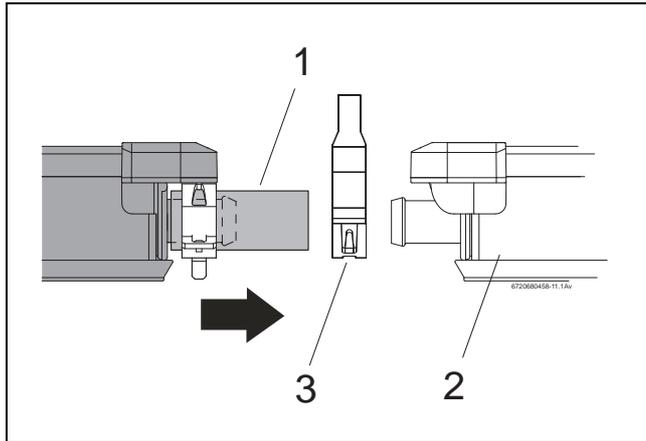

Fig. 67 Deslocar o segundo colector até ao primeiro
- ▶ Colocar o segundo colector com as mangueiras solares pré-montadas (→ Fig. 67, [1]) em cima nos perfis e deixar deslizar até às proteções contra deslizamento.
- ▶ Em ambas as ligações, inserir a segunda abraçadeira de mola (→ Fig. 67, [3]) na mangueira solar [1].
- ▶ Deslocar o segundo colector até ao primeiro colector (Fig. 67, [2]), de modo a que as mangueiras solares pré-montadas sejam introduzidas nas ligações esquerdas do primeiro colector.